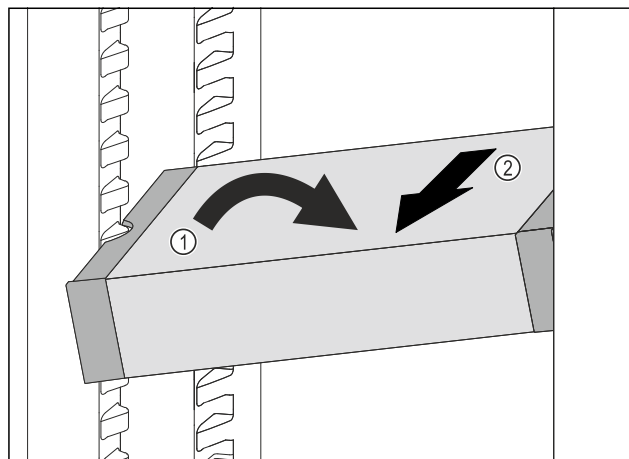

Fig. 103
- ▶ Stil VarioSafe på skrå ind i kølesektionen. Fig. 103 (1)
- ▶ Tag VarioSafe ud fremefter. Fig. 103 (2)